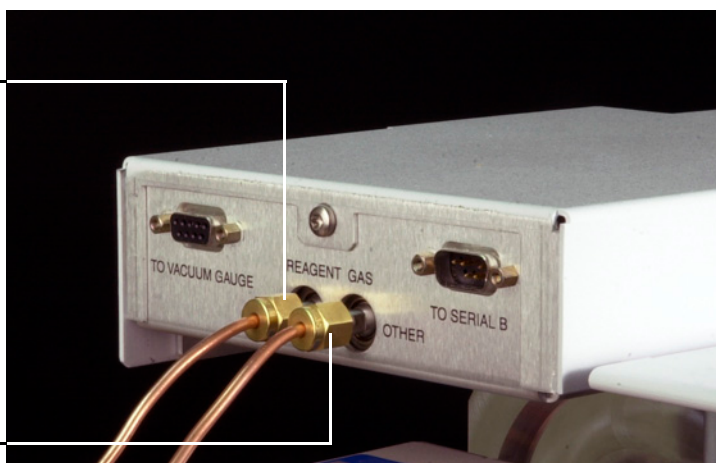

図 7 メタン配管の接続
- 8 配管のもう一方の端を、図 7 のように流動モジュールのガス A 取付け部品へと接続します。